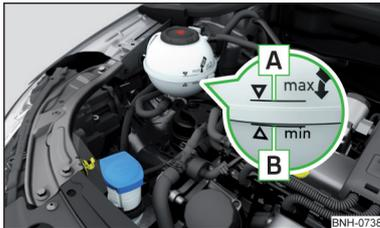

Fig. 229
**Verificar el estado del líquido refrigerante** - el líquido refrigerante tiene que estar entre las marcas **A** y **B** » **fig. 229.** Si el estado del líquido refrigerante está debajo de la marca **B**, rellenar el líquido refrigerante.
La **especificación** del líquido refrigerante se encuentra en el depósito de compensación del líquido refrigerante » **fig. 229.**
- No rellene el depósito de líquido refrigerante por encima de la marca **A** » **fig. 229.** El líquido refrigerante puede ser presionado por el calentamiento del sistema de refrigeración - Existe el peligro de un daño de las partes del vano motor.